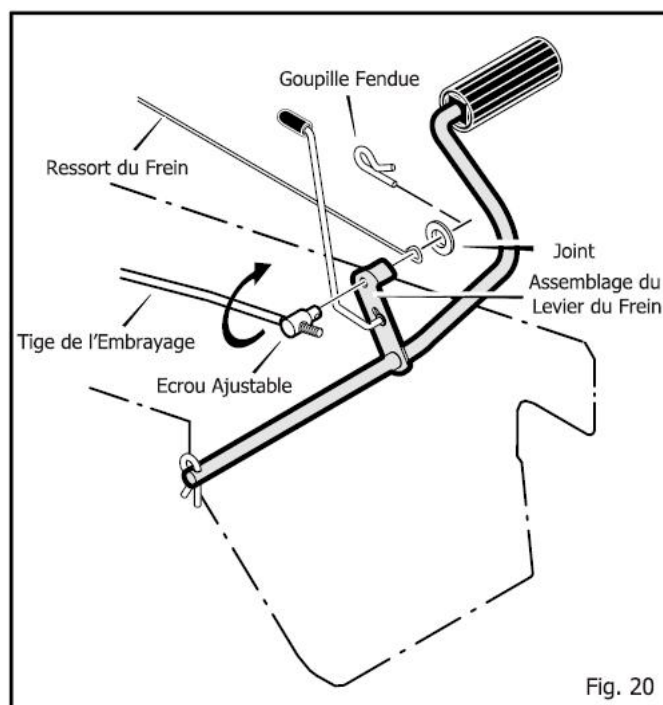

Fig. 20
2. Retirer la **goupille fendue**, le **joint** et le **ressort du frein** de l'**écrou ajustable** (Figure 20).